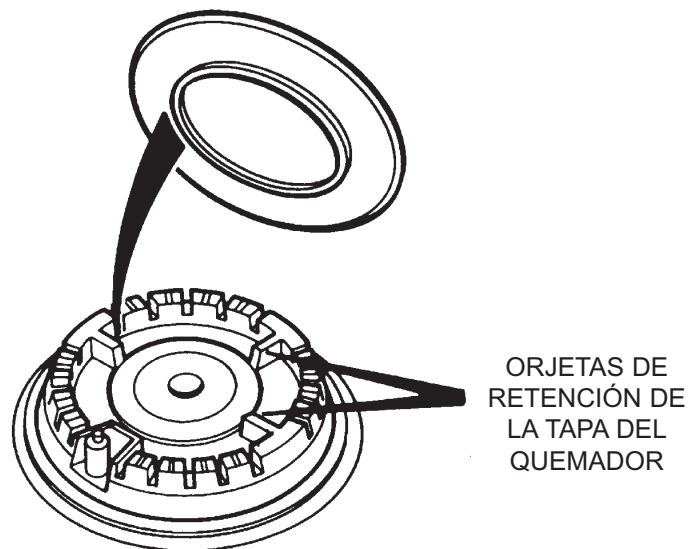

Fig. 6A
- Después de la limpieza, cerciórese de que todas las piezas estén secas. Al volver a colocar la tapa y el cabezal de los quemadores, asegúrese de que el agujero del cabezal del quemador quede correctamente situado sobre el electrodo del encendido (véanse las Fig. 6a, 6b y 6c), así como de que la tapa del quemador quede asentada de forma correcta sobre el cabezal del mismo.